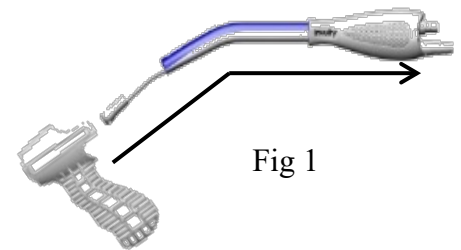

Fig 1
3. Per fissare l'impugnatura a pistola opzionale, far scorrere l'impugnatura sulla punta distale e farla scorrere prossimalmente sul manico, come mostrato in figura, finché non scatta in posizione. (Fig 1)